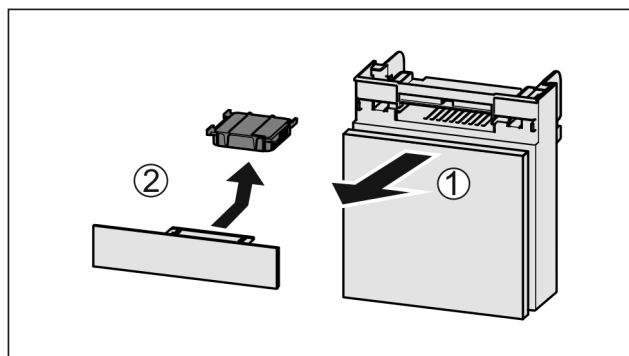

Fig. 36
- ▶ Издърпайте Fig. 36 (1) напред отделениято.
- ▶ Извадете Fig. 36 (2) филтъра с активен въглен.